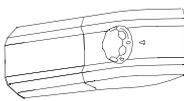

Abb.13
1) Den Regler in die Position "0" drehen. (Abb. 13)